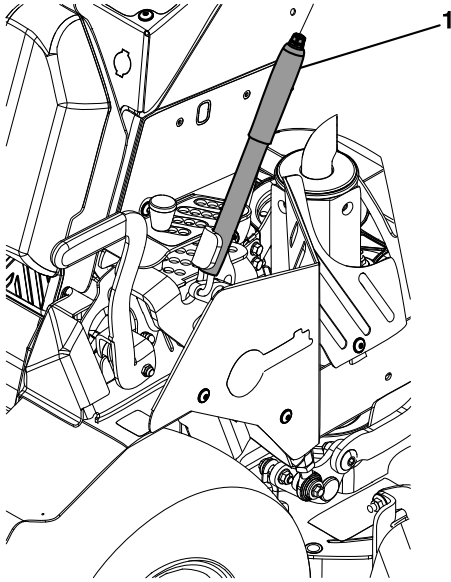

Figure 13
3. Levez et verrouillez le tablier à la position de transport de 11,43 cm (4½ po) (Figure 13).